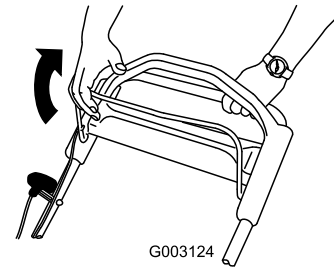

Bild 16
1. Ziehen Sie den Schaltbügel gegen den Holm (Bild 16).